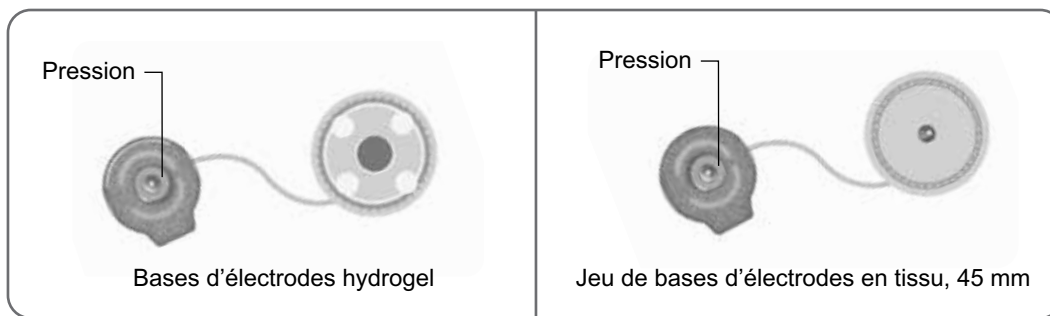

Figure 6-6 : Bases d'électrodes compatibles avec la jambière normale
**Les bases d'électrodes suivantes peuvent être utilisées avec la jambière normale : (reportez-vous à la figure 6-6)**